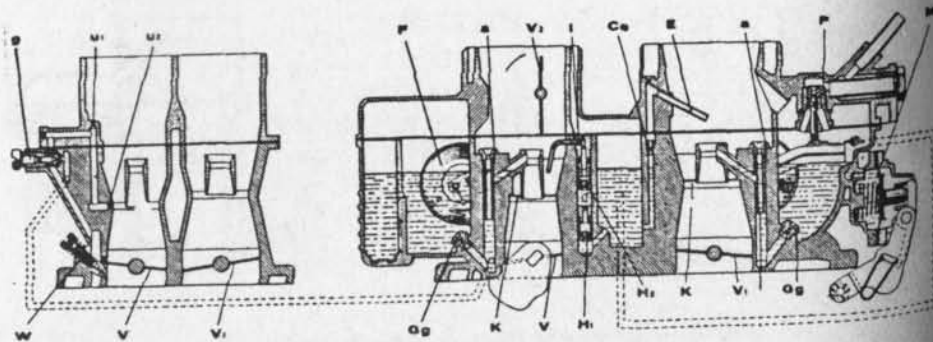

Fig. 3.5.— Carburador doble Solex 26-35 CSIC, de Ami-8
7. Carburador doble de Ami-8.— Los modelos Ami-8 están equipados con el carburador doble Solex 26-35 CSIC (Fig. 3-5).